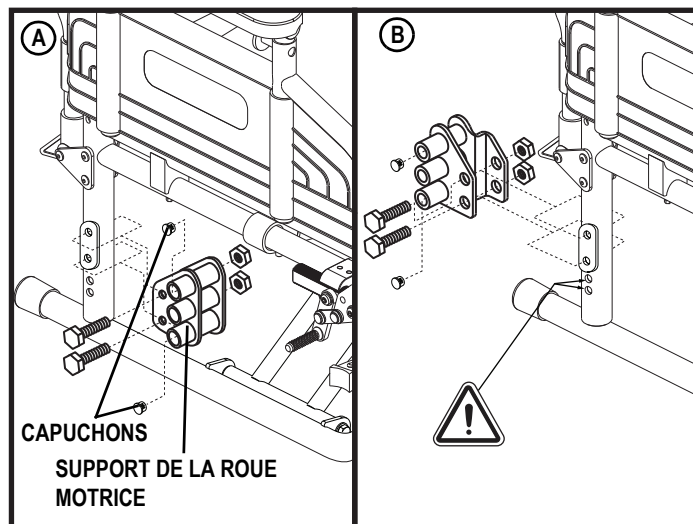

Figure 14. Réglages position des roues
1. Pesez sur le bouton de détente rapide et enlevez la roue. **Voir la figure 14.**